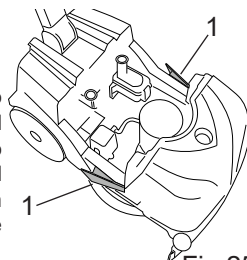

Fig.25
- Premere le due leve laterali di blocco serbatoi (Fig.25-Rif.1),